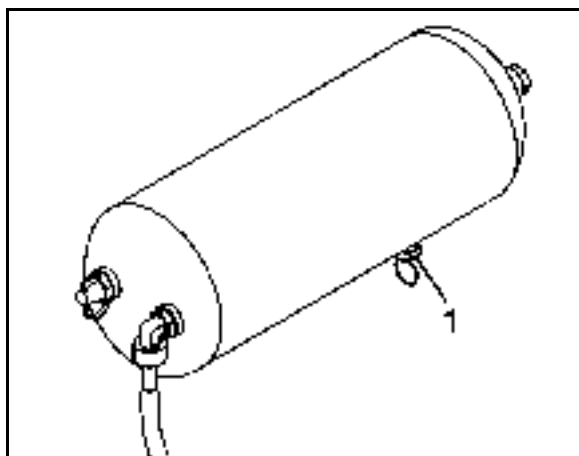

Рис. 120
1. Возьмите за кольцо и тяните водоотводный клапан (Рис. 120/1) вбок до тех пор, пока из ресивера не перестанет течь вода.